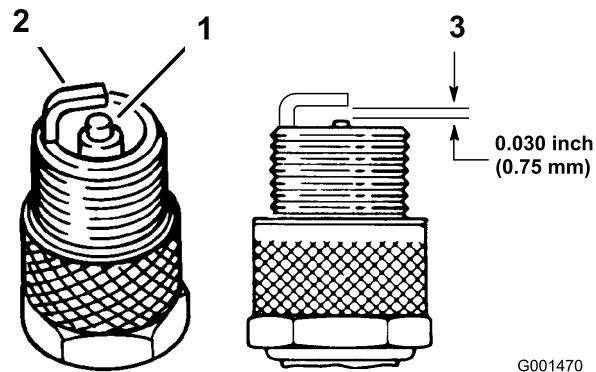

Figura 28
1. Mire la parte central de las bujías (Figura 28). Si se observa un color gris o marrón claro en el aislante, el motor está funcionando correctamente. Si el aislante aparece de color negro, significa que el limpiador de aire está sucio.
2. Compruebe la separación entre los electrodos central y lateral (Figura 28). Si la distancia no es correcta, doble el electrodo lateral (Figura 28).
- Conecte los cables a las bujías (Figura 28).